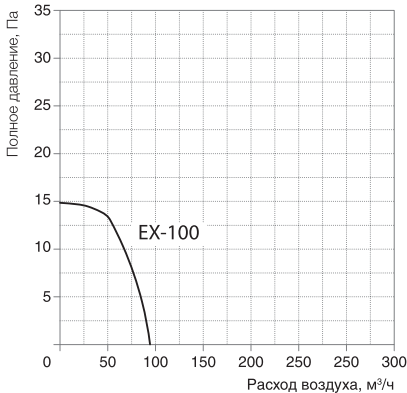

Рис. 3
- Вытяжной воздух должен выводиться наружу, а не в потолочное или чердачное пространство, для этого используется воздуховод небольшой протяженности, а также подходящие обратные клапаны (рабочую точку можно определить по рис. 3).